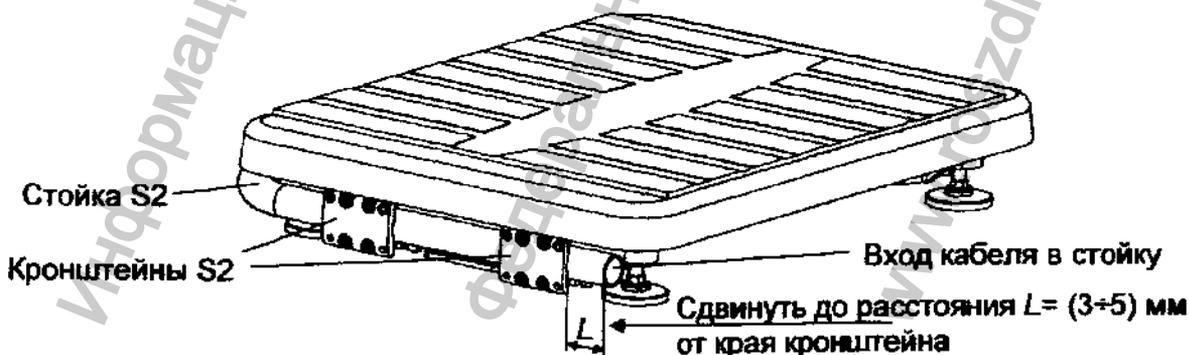

Рисунок 6.2 - Крепление круглой вращающейся стойки к основанию весовой платформы
- в основании весов сдвинуть стойку в направлении указанном стрелкой (рисунок 6.2), обеспечив расстояние $L = (3+5)$ мм от ее края до края кронштейна;
- излишек кабеля на входе в стойку (рисунок 6.2) заправить внутрь стойки.